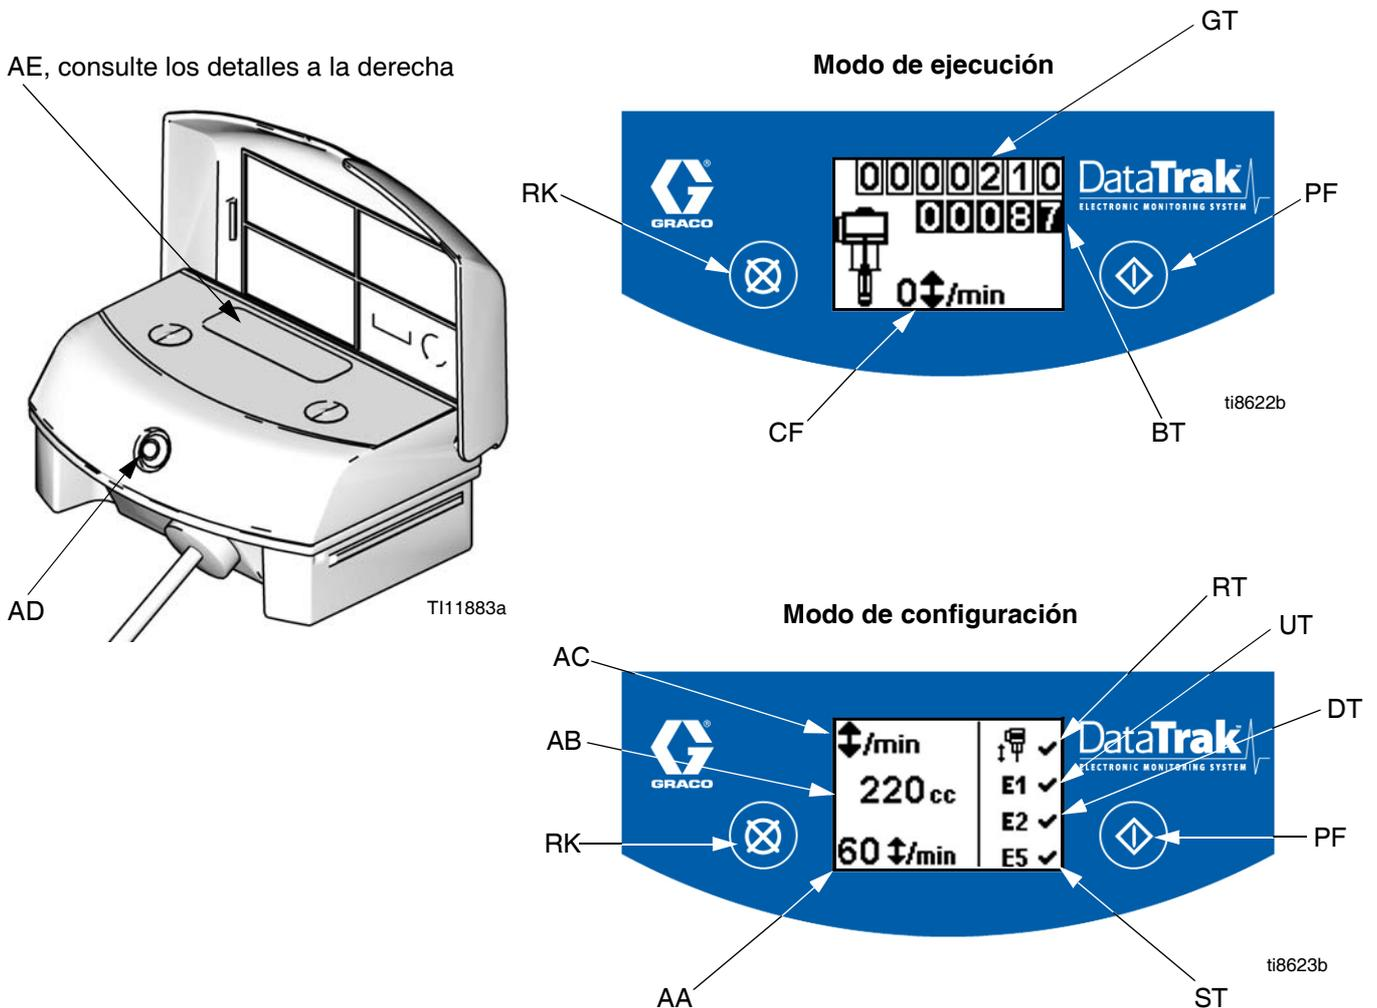

FIG. 9. Controles e indicadores de DataTrak
Leyenda para FIG. 9
1. Consulte la FIG. 9. Pulse y mantenga presionado  durante 5 segundos hasta que aparezca el menú Configuración.
NOTA: Cuando se produzca un embalamiento, se activarán las opciones de error E1, E2 y E5 y en la pantalla de configuración aparecerá una . Consulte la FIG. 9.
1. Consulte la FIG. 9. Si se produce embalamiento de la bomba, se accionará el solenoide de empalamiento y la bomba se parará. El LED (AD) destellará y la pantalla (AE) indicará una condición de embalamiento (consulte la Tabla 1). La pantalla hará un ciclo a través de seis pantallas de instrucciones.
2. Pantallas de embalamiento 1 y 2: Para restablecer en cero el solenoide de embalamiento, cierre la válvula de aire maestra (U). Espere a que el aire se haya purgado completamente del motor neumático.
5. Abra la válvula de aire maestra (U) para volver a poner en marcha la bomba.
NOTA: Para inhabilitar la supervisión de embalamiento, vaya al modo Configuración y configure el valor de embalamiento en 0 (cero) o conmute (RT) a OFF  (consulte la FIG. 9).
1. Consulte la FIG. 9. Para ingresar al modo Cebado/lavado, pulse cualquier tecla para activar la pantalla, luego pulse . Aparecerá el símbolo de cebado/lavado en la pantalla y el LED destellará
2. Mientras esté en modo Cebado/lavado, se inhabilita la protección contra embalamiento y el totalizador de lote (BT) no contará. El totalizador global (GT) continúa contando.
Consulte la FIG. 9. El último dígito del totalizador de lote (BT) representa décimos de galón o litros. Para restablecer en cero el totalizador, pulse cualquier tecla para activar la pantalla y después pulse y mantenga presionado  durante 3 segundos.
Consulte la FIG. 9. La pantalla (AE) se apagará después de 1 minuto de inactividad en modo Ejecución o de 3 minutos en modo Configuración. Pulse cualquier tecla para activar la pantalla.
DataTrak puede diagnosticar diversos problemas de la bomba. Cuando el monitor detecta un problema, el LED (AD, FIG. 9) destellará y aparecerá en la pantalla un código de diagnóstico. Consulte la Tabla 1.